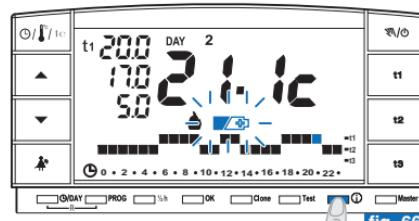

fig. 66
- Batteries déchargées (dans ce cas le symbole clignotera) (exemple sur la fig. 66) **remplacer les piles sous 30 jours.**